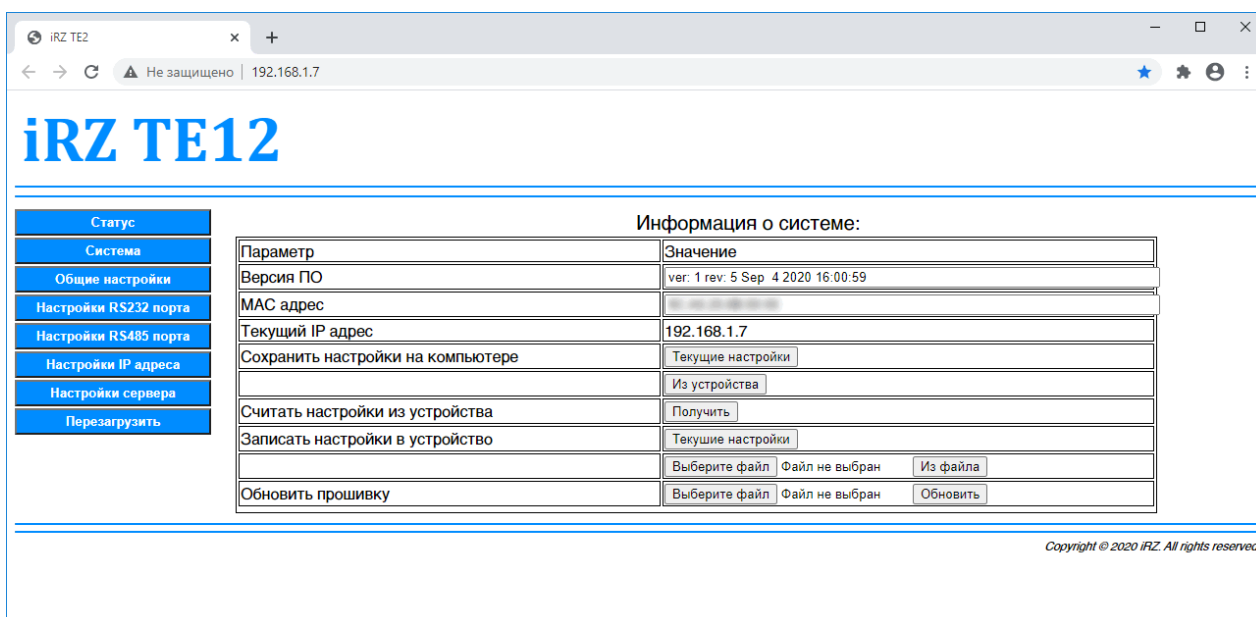

Рис. 3.7 Веб-приложение для настройки терминала
6. В веб-браузере перейдите по адресу <http://192.168.1.7/>. Веб-приложение доступно, можно приступить к настройке терминала (рис. 3.7).